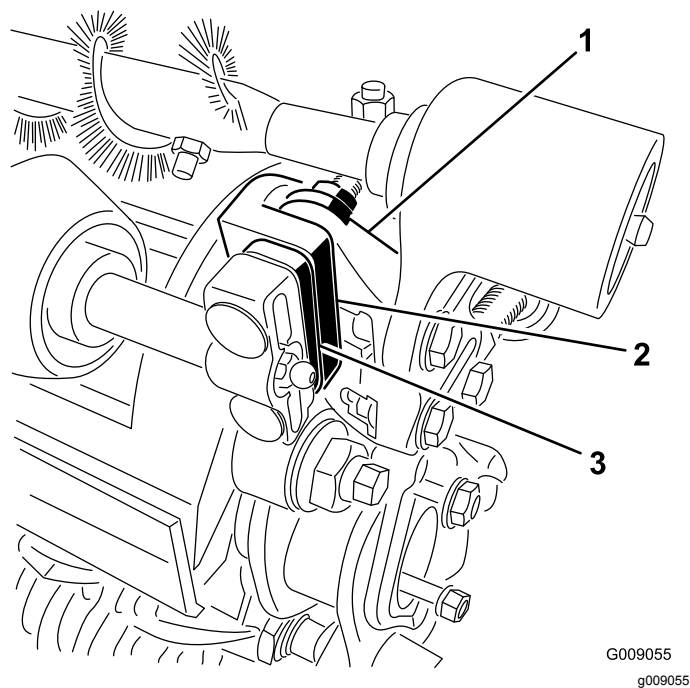

Figure 9
**Important:** Les supports de la brosse de rouleau doivent être montés directement au sommet de la bride de montage des plaques latérales. *N'intercalez pas d'entretoises entre les supports de la brosse et les brides de montage des plaques latérales.* Ajoutez des entretoises de 6 mm au sommet du support de la brosse (Figure 9).